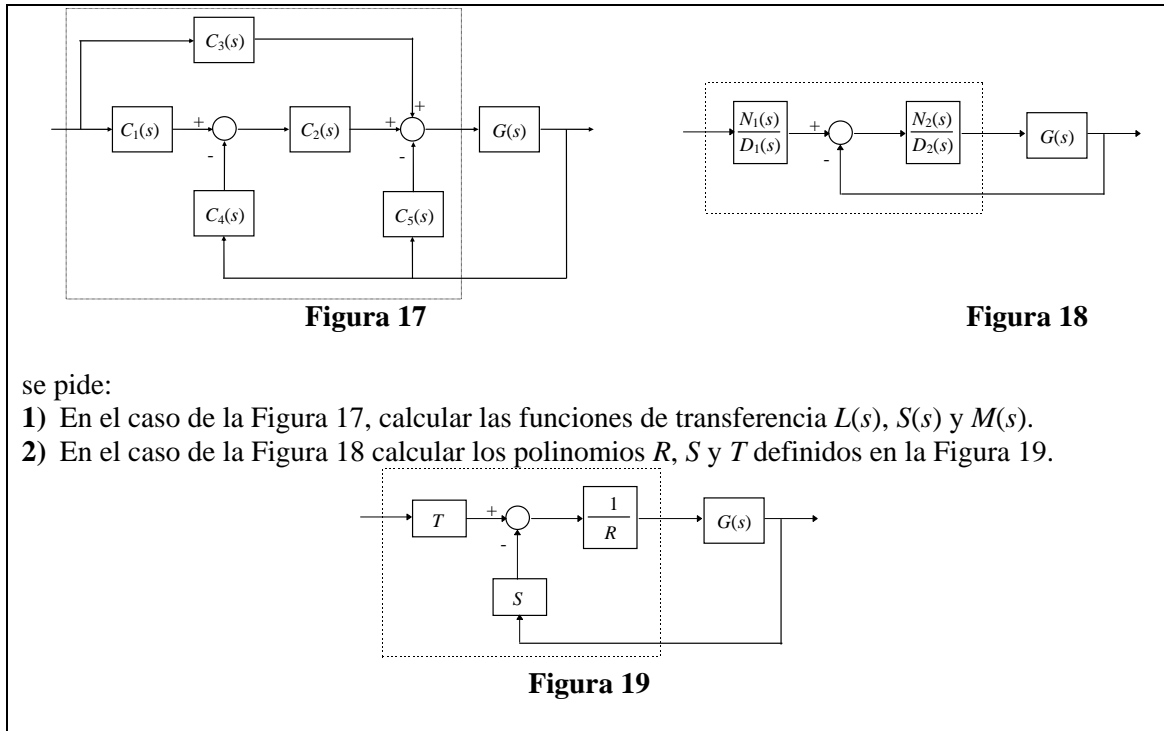

**Figura 16**
- 5.2) (MF) Ídem si la planta presenta un retardo de  $e^{-0.15}$
**Ejercicio 6. 3. Métodos Polinómicos. Controlador RST.** Se trata de estabilizar la planta  $G(s) = \frac{b(s)}{a(s)} = \frac{-1}{s^2 - 1}$  mediante los dos controladores de la configuración mostrada en la Figura 16.